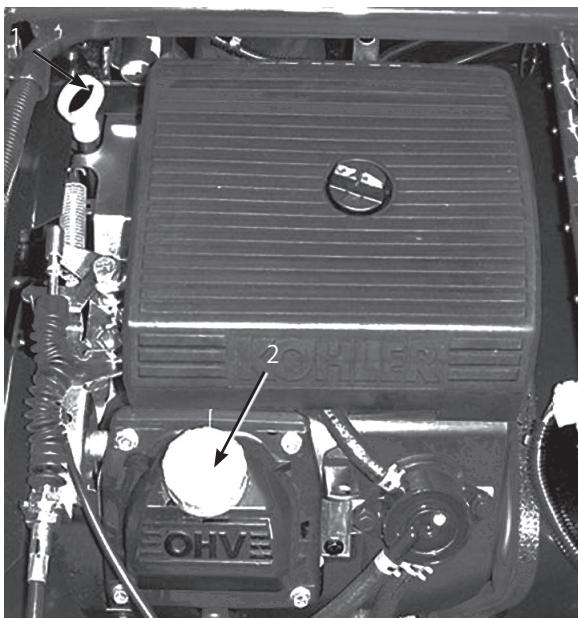

図6
2. ディップスティックを抜き、ウェスで一度きれいに拭く（図6）。ディップスティックを、チューブの根元までもう一度しっかりと差し込む。引き抜いて油量を点検する。
3. 油量が少なければ、バルブ・カバーの上についている補給口（図6）を開け、ディップスティックのFullマークまでオイルを補給する；オイルの種類や粘度の選択については34ページのエンジン・オイルについてを参照。補給するときは、ディップスティックで確認しながら少量ずつ入れる。入れすぎないこと。